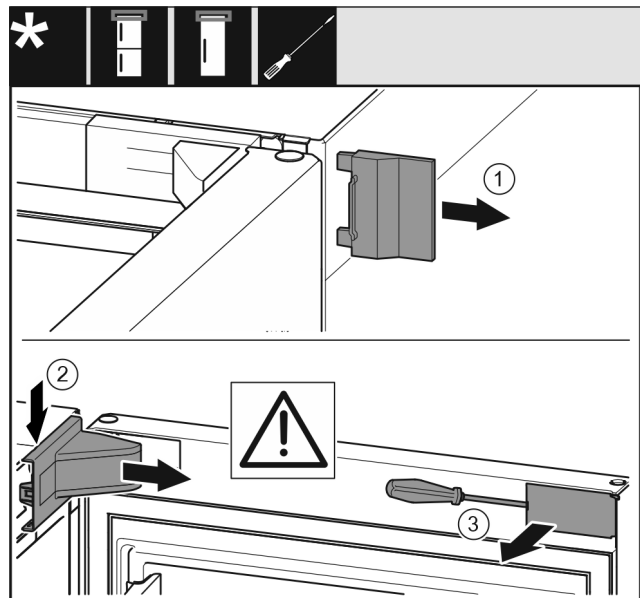

Fig. 8
- ▶ Ta bort det yttre skyddet *Fig. 8 (1)*.
- ▶ Lossa lagerbockskyddet *Fig. 8 (2)* och ta av det.
- ▶ Lossa panelen *Fig. 8 (3)* med spårskruvmejsel och sväng den åt sidan.